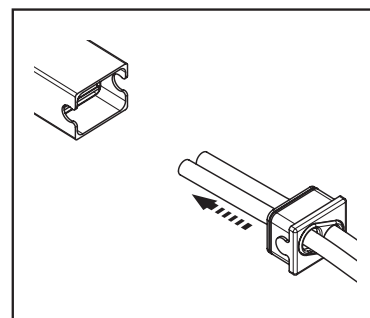

fig.3 Tappo di tenuta e cavi
3. Infilare i due cavi attraverso gli appositi fori del tappo di chiusura (fig. 3).